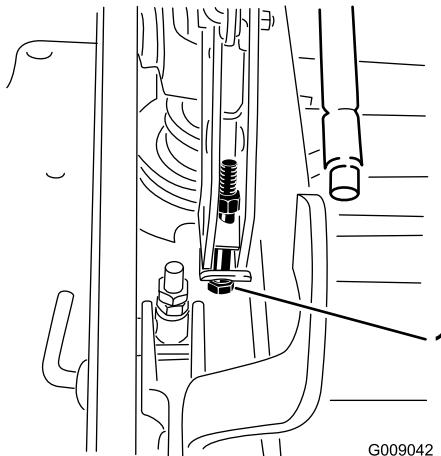

Figura 87
15. Si la carcasa está demasiado baja, apriete el perno del ajuste de un solo punto girándolo en el sentido de las agujas del reloj. Si la carcasa está demasiado alta, afloje el perno del ajuste de un solo punto girándolo en el sentido contrario a las agujas del reloj (Figura 87).